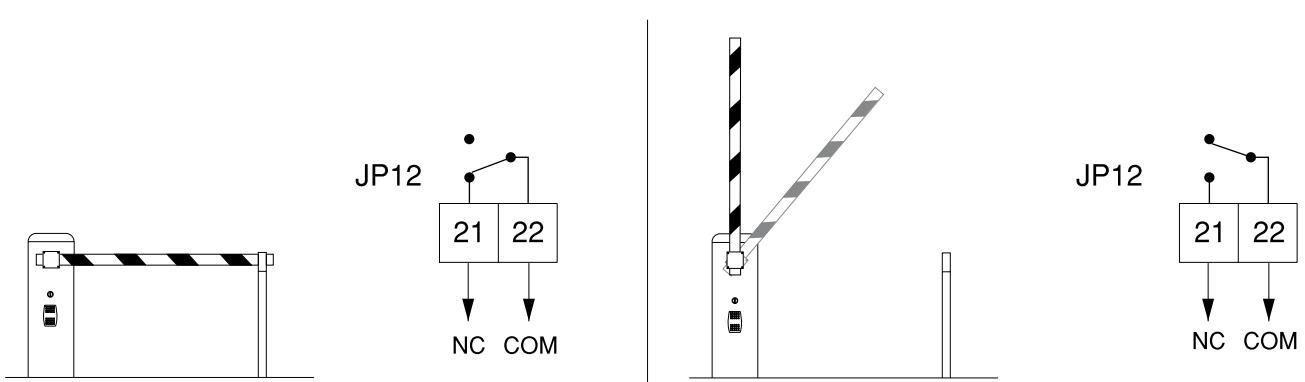

Fig.18
- 3) Verifique que a aparelhagem electrónica esteja regularmente alimentada. Verifique a integridade dos fusíveis. No caso de mau funcionamento do fusível, extraia-o (para substituí-lo) tal como indicado na Fig. 18.